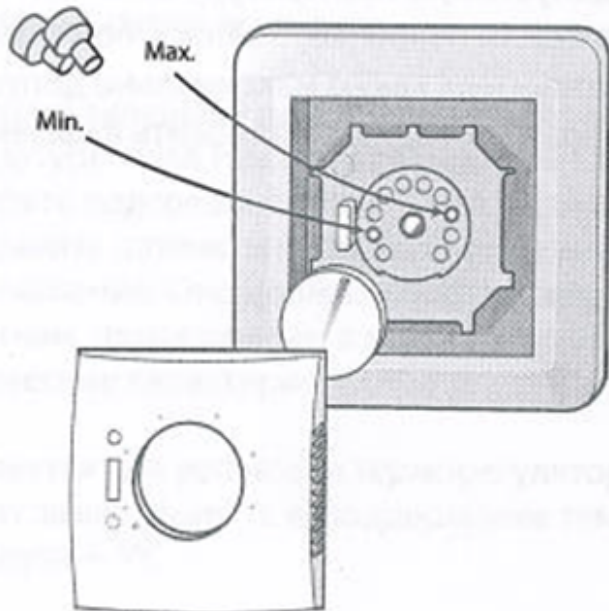

Рис. 6. Установка ограничителей температурного диапазона.
5. Для подготовки терморегулятора к рабочему состоянию после его закрепления в монтажной коробке следует установить рамку и закрыть крышку (плавно нажать на крышку до характерного срабатывания всех защелок). При необходимости ограничить диапазон изменения температуры следует изменить положение красного и синего стопоров, расположенных под ручкой установки температуры. Следует убедиться, что ручка терморегулятора легко вращается от одного крайнего положения до другого (Рис. 6).